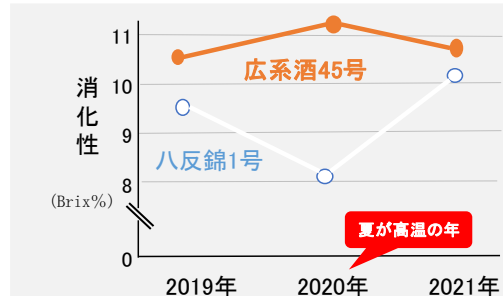

図3 消化性(Brix%)の年次変動
- ◆ **酒造**：消化性(Brix%)は安定して高く、酒造特性の変動が小さい（図3）ため、毎年の酒造作業も安定。また、消化性に優れるため、アルコール生成量が多い